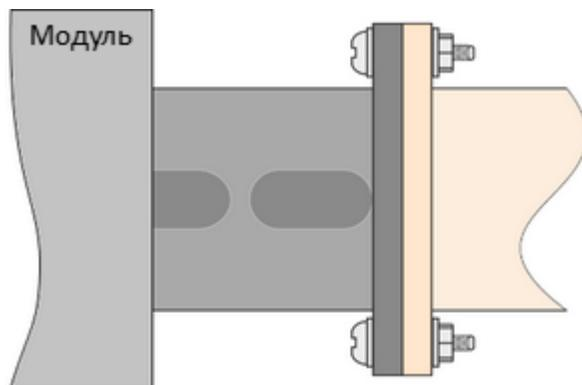

Рисунок 10 – Подключение волноводов
- аккуратно совместить фланцы подключаемых устройств так, чтобы совпадала ориентация стенок их волноводов (см. рисунок 10);